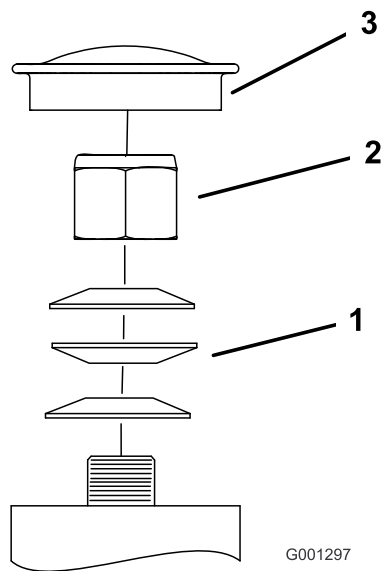

Figure 53
3. Retirez le capuchon antipoussière de la roue pivotante et serrez le contre-écrou (Figure 53).
4. Continuez de serrer le contre-écrou jusqu'à ce que les rondelles élastiques soient aplaties, puis desserrez-le de 1/4 de tour pour obtenir la précharge correcte des roulements (Figure 53).
- Important:** Veillez à placer les rondelles élastiques comme montré à la Figure 53.
5. Remettez le capuchon antipoussière en place (Figure 53).